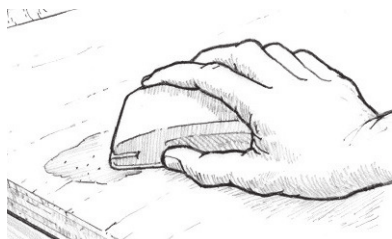

图8 用砂纸摩擦无孔表面。使环氧树脂产生纹理以便嵌入。
3. **用砂纸磨平**—用砂纸磨平无孔表面—彻底磨光表面（图8）。80粒度的氧化铝纸使得环氧树脂产生良好的纹理以便“嵌入”。确保待粘合的表面为固态。在砂纸打磨之前，去除任何剥落、粉化、起泡或旧涂层。砂磨后除去所有灰尘。